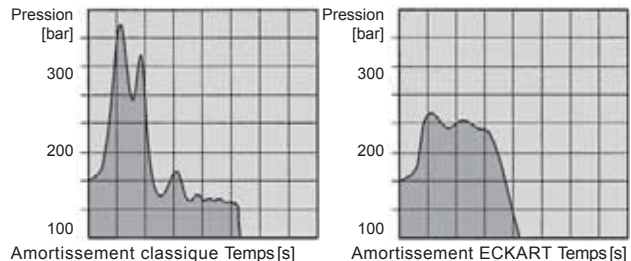

Figure 9
- L'amortissement ECKART élimine les pics de pression, souvent synonymes de casse avec les systèmes d'amortissement traditionnels (voir figure 9).